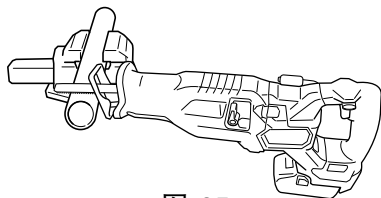

图 25
(1) 在作业前牢牢固定工件。（图 25）
(2) 在切锯金属材料时，请使用适当的机油（蜗轮油等）。未使用液体机油时，请给工件涂上润滑油。